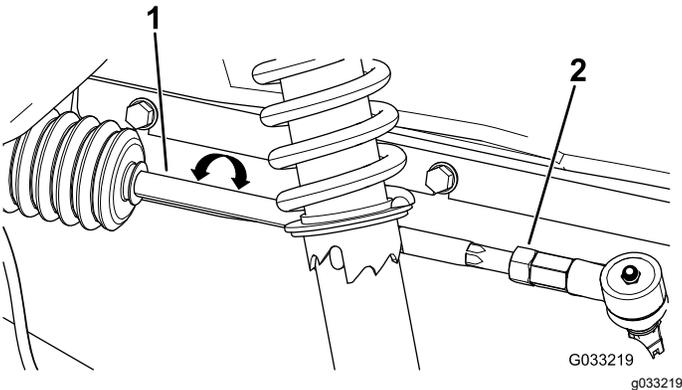

Figura 52
2. Si la distancia no es de 0–6 mm (0–¼"), afloje las contratuercas en el extremo exterior de las bielas (**Figura 52**).